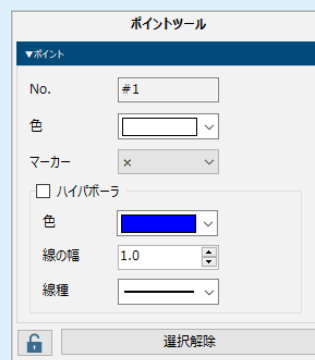

図 4-45 ポイントツール
- ・ Alt キーを押しながらドラッグすると範囲を指定することができます。(図 4-45) 範囲を指定すると範囲に含まれるポイントが選択されます。